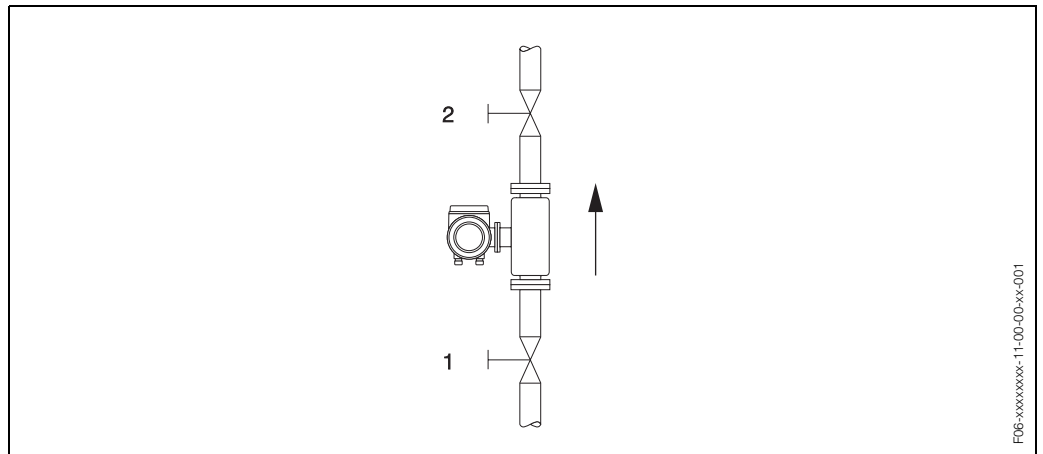

Abb. 24: Nullpunktabgleich und Absperrventile
- Der Nullpunktabgleich findet bei vollständig gefüllten Messrohren und Nulldurchfluss statt ($v = 0 \text{ m/s}$). Dazu können z.B. Absperrventile vor bzw. hinter dem Messaufnehmer vorgesehen werden oder bereits vorhandene Ventile und Schieber benutzt werden (Abb. 24).